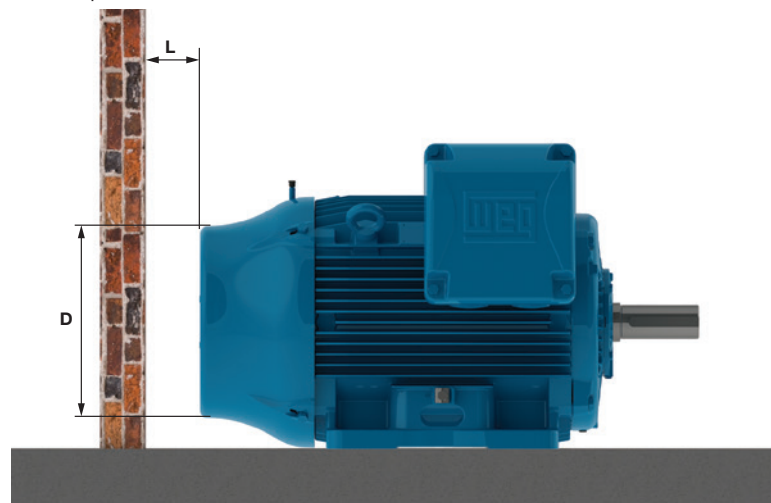

Figura 53 - - Distancia mínima del motor hasta la pared
- Que entradas y salidas de aire estén completamente desobstruidas. El mínimo espacio libre hasta la pared más próxima (L) debe ser  $\frac{1}{4}$  del diámetro de la entrada de aire de la deflectora (D), ver Figura 53. El aire en la entrada del motor debe estar a temperatura ambiente.